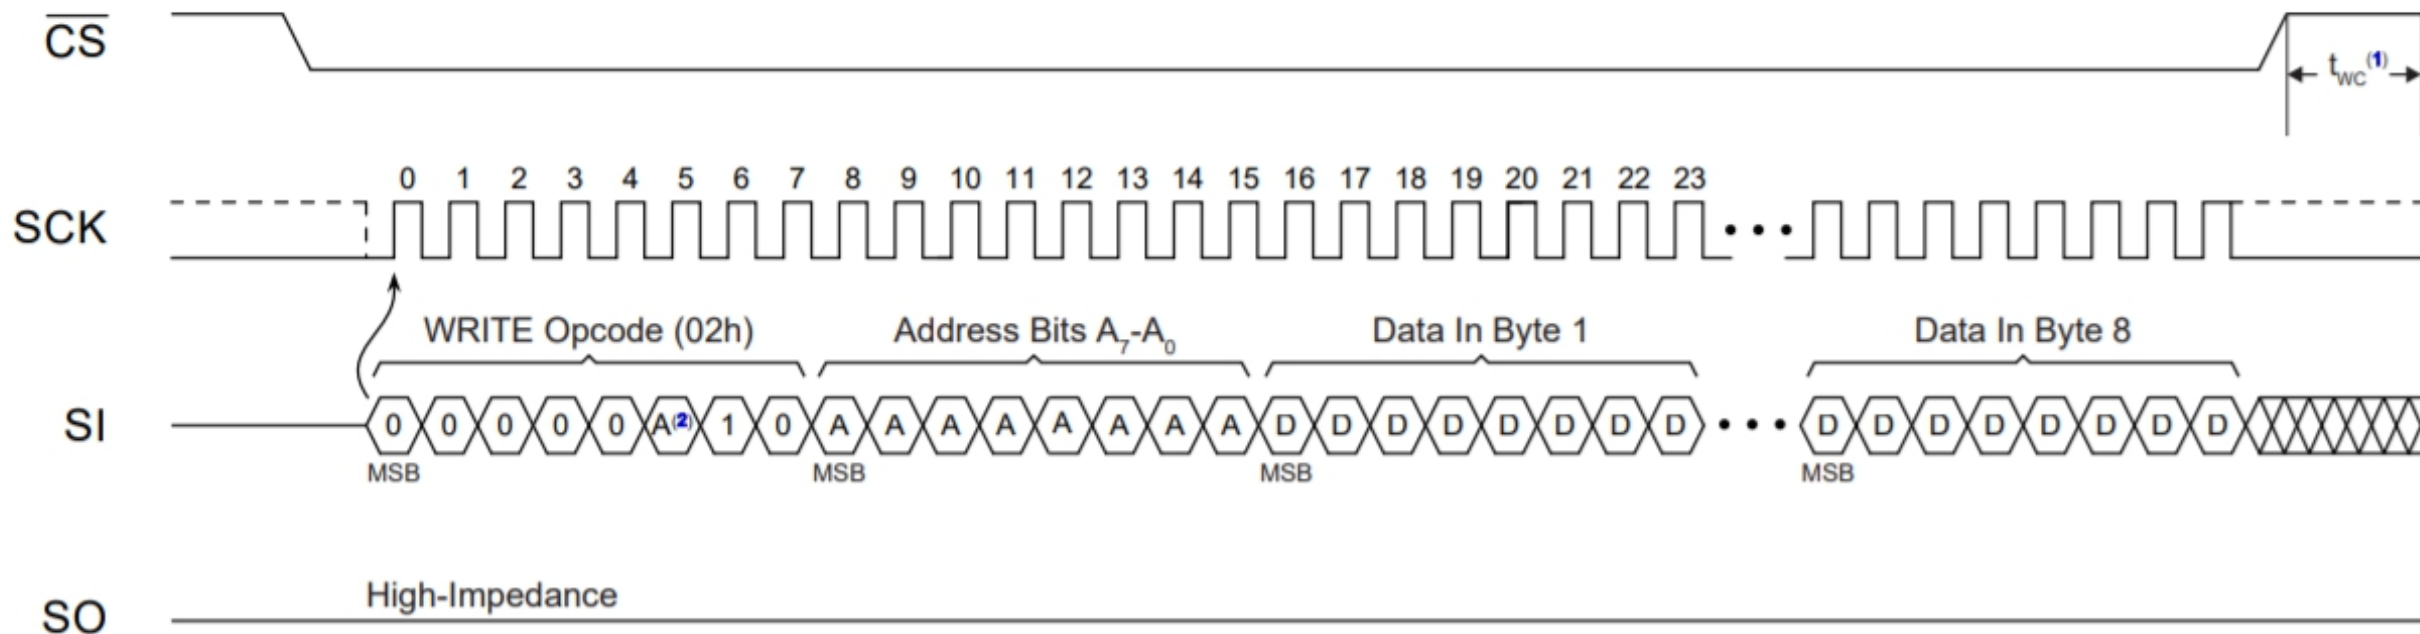

图 3-24 SPI串行EEPROM写字节时序图
3) 页写操作, 如图3-24, 连续数据写入, 地址自动加1. 页写完成后自动启动自定时的编程过程, 时间为 $t_{wc}$ , 一般也是5ms左右。